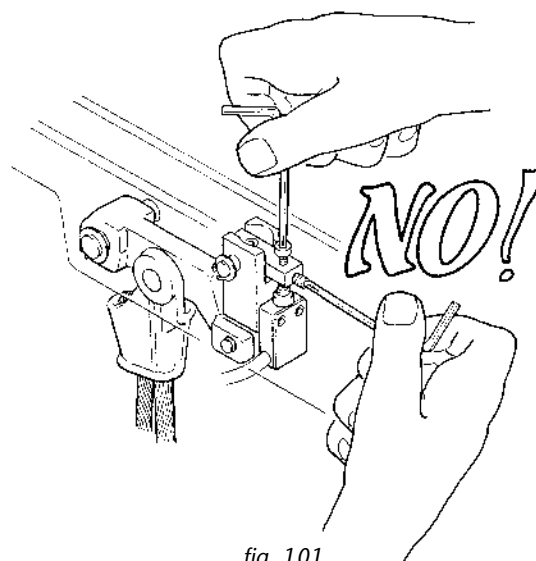

fig. 101
- Le limiteur de charge est un composant avec fonction de sécurité **empêchant la surcharge** et il **EST INTERDIT** de modifier le calibrage (fig. 101).